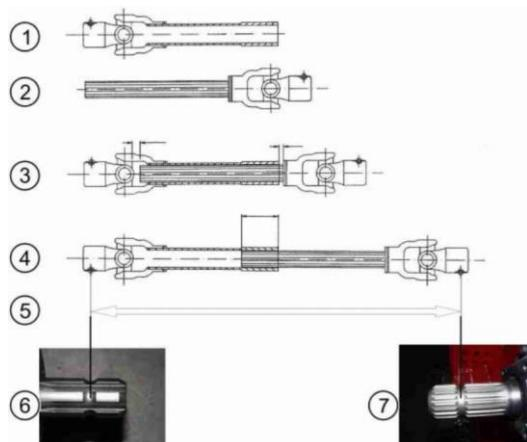

Рис. 23. Вставной приводной карданный вал
верхним рычагом и нижними рычагами расстояние между хвостовиком вала отбора мощности трактора и хвостовиком редуктора мульчирующей фрезы изменяется. Выравнивать эти отклонения должен приводной карданный вал. Для этого длина обоих частей (1) и (2) (Рис. 23) приводного карданного вала выбирается таким образом, чтобы при минимальной общей длине (3) между ними был достаточный зазор, а при максимальной общей длине (4) они перекрывали бы друг друга в достаточной степени.